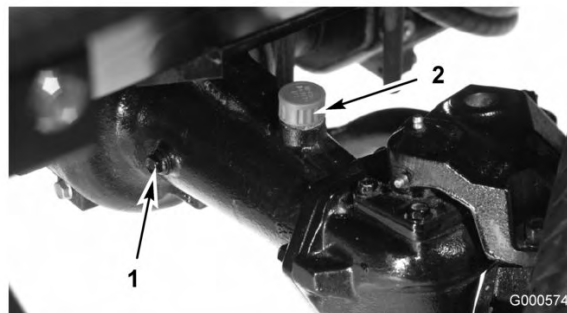

図 46
2. アクスルの一方の端部から点検用プラグ (図 46) を抜き、穴の高さまで潤滑油があることを確認する。量が不足の場合は、給油プラグ (図 46) をはずして補給する。